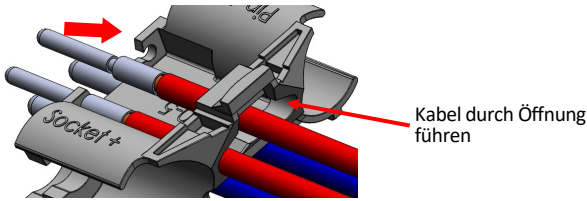

Abbildung 5
6. Die oberen Hilfskontakte auf dem Halter montieren (Abbildung 5)